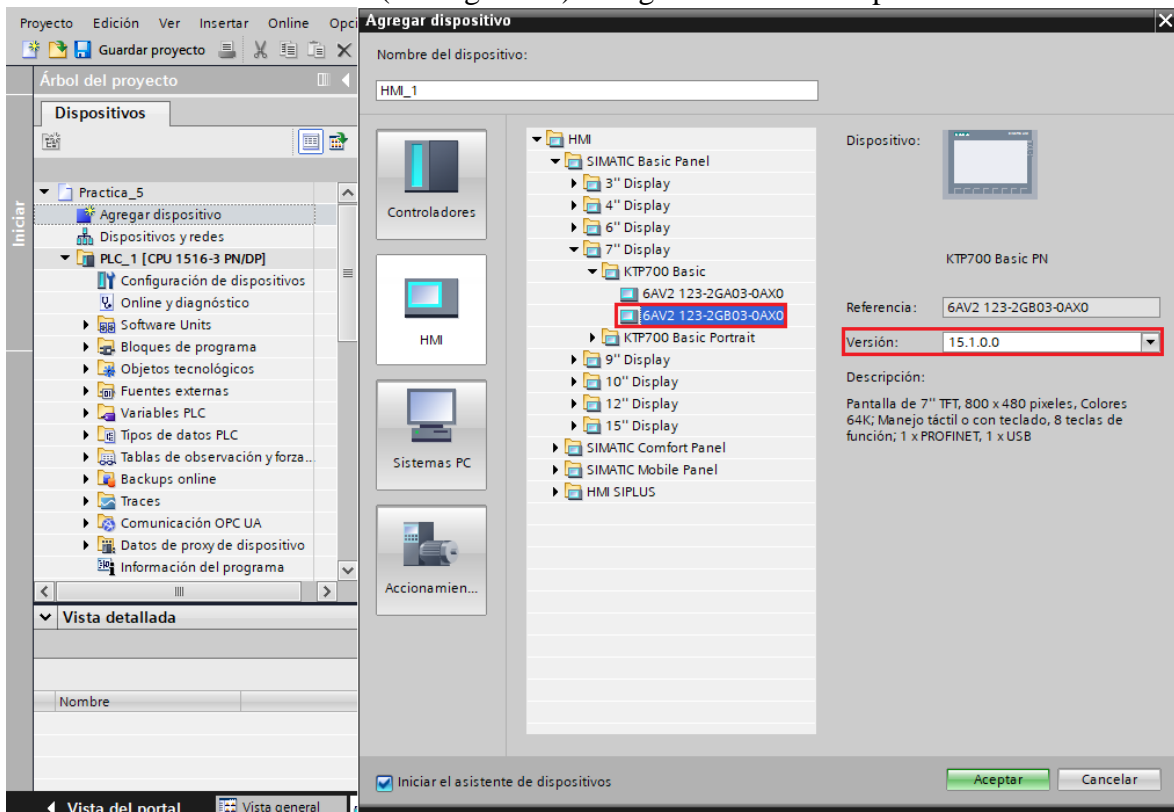

Figura 16. Seleccionar el HMI a utilizar.
(1) Para agregar el HMI seguir los siguientes pasos:
- Luego hacer clic sobre **“HMI” / “SIMATIC Basic Panel” / “7” Display” / “KTP700 Basic” / “6AV2 123-2GB03-0AX0”** (ver Figura 16). Luego seleccionar aceptar.